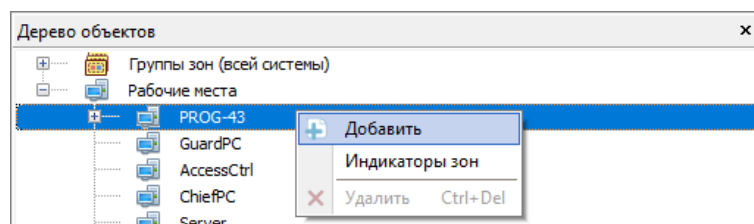

Рисунок 6-539 Инициализация создания плана из контекстного меню рабочего места в дереве планов
- либо щелкните правой клавишей мыши по рабочему месту в дереве планов и выберите в контекстном меню рабочего места команду «Добавить» (см. Рисунок 6-539);